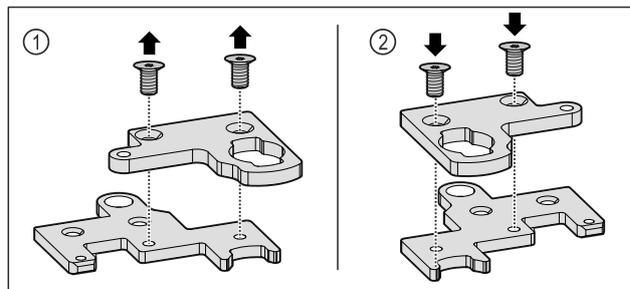

Fig. 35
- ▶ Αποσυναρμολογήστε τη γωνία μεντεσέ δύο τμημάτων. Fig. 35 (1)
- ▶ Συναρμολογήστε ξανά τη γωνία μεντεσέ δύο τμημάτων περιστραμμένη κατά 180°. Fig. 35 (2)